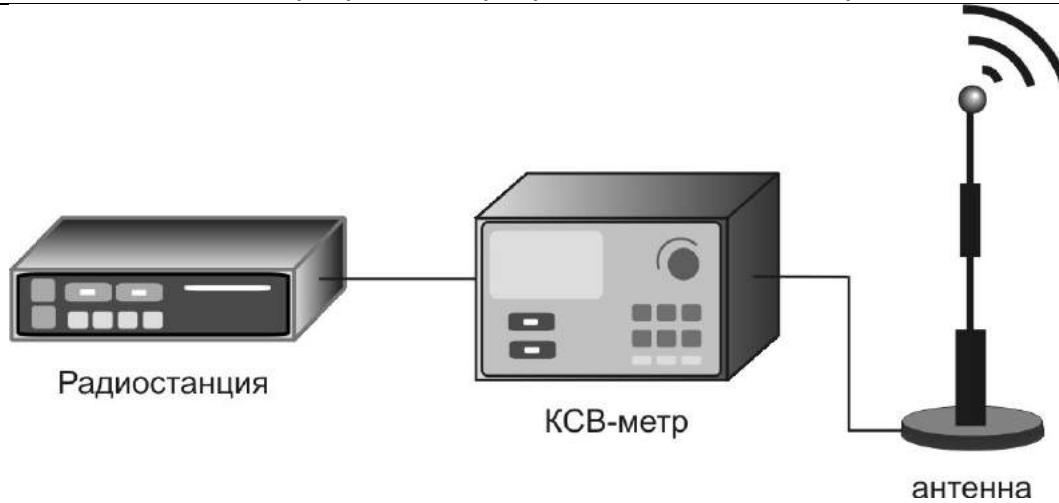
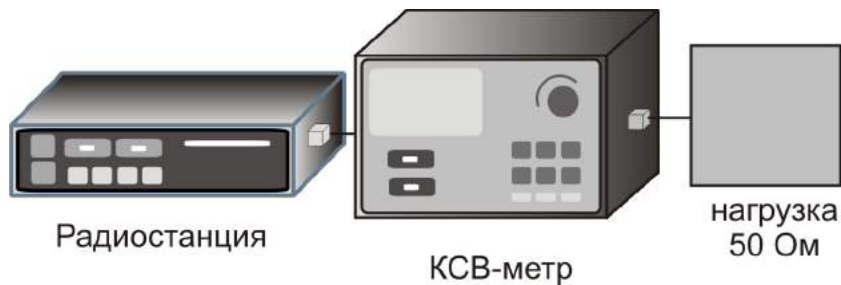

Рисунок 2. Измерение КСВ антенны
Рисунок 3. Измерение мощности P_1 .
- Коэффициент стоячей волны (КСВ) антенны, собрав схему по рис. 2. КСВ должен быть не более 1,5-1,7.
- Для проверки затухания в используемом коаксиальном кабеле соберите схему в соответствии с рис. 2 и рис. 3. Мощности P_1 и P_2 измеряются при одинаковых условиях и на одной частоте. Отношение P_1/P_2 должно быть не более 2. В противном случае следует уменьшить длину используемого кабеля или использовать кабель с меньшим затуханием.